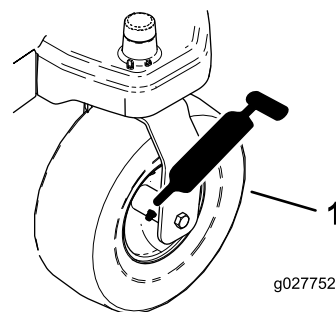
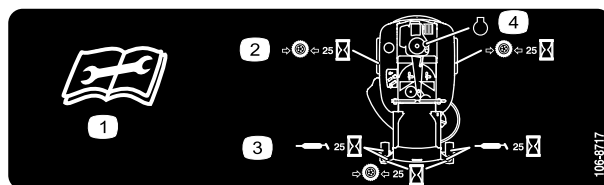

Figura 24
Figura 25
3. Pulite i raccordi d'ingrassaggio (Figura 24 e Figura 25) con un panno.
4. Collegate un ingrassatore a pressione a ciascun ingrassatore (Figura 24 e Figura 25).